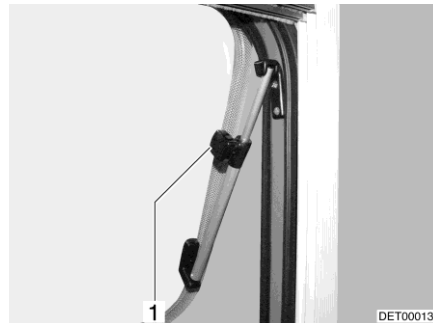

Bild 123 Taklucka med vridspärrar, öppen
- Takluckan öppnas till önskat läge och fixeras med ratten (Bild 123,1). Takluckan låses i önskat läge.
- Vrid den lettrade hylsan (Bild 123,1) tills låsningen släpper.